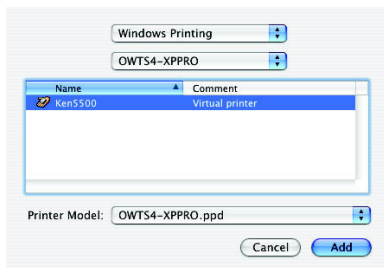

Рис. 5. Добавление
9. Нажмите кнопку **Добавить** (см. рис. 5).